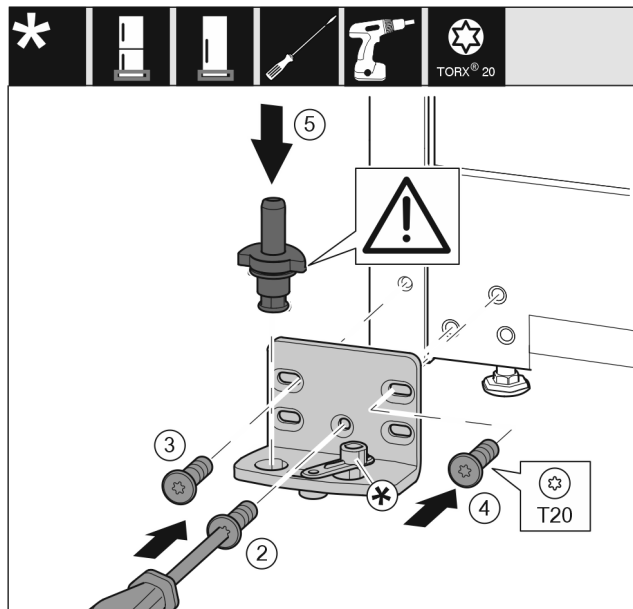

Fig. 16
- Ložiskovú konzolu nasadíte na druhú stranu a priskrutkujete ju pomocou skrutkovača T20. Začnite skrutkou 2 dole v strede. Fig. 16 (2)
- Pevne zaskrutkujte skrutku 3 a 4. Fig. 16 (3,4)
- Ložiskový čap úplne nasadíte. Dbajte pritom na to, aby zaistovací doraz ukazoval smerom dozadu. Fig. 16 (5)